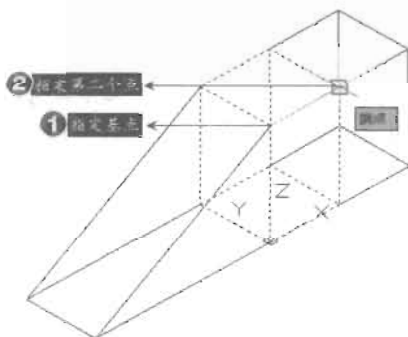

图 14-32
(4) 在命令提示行输入 `Copy` 并回车, 然后将长方体复制一个, 如图 14-32 所示。